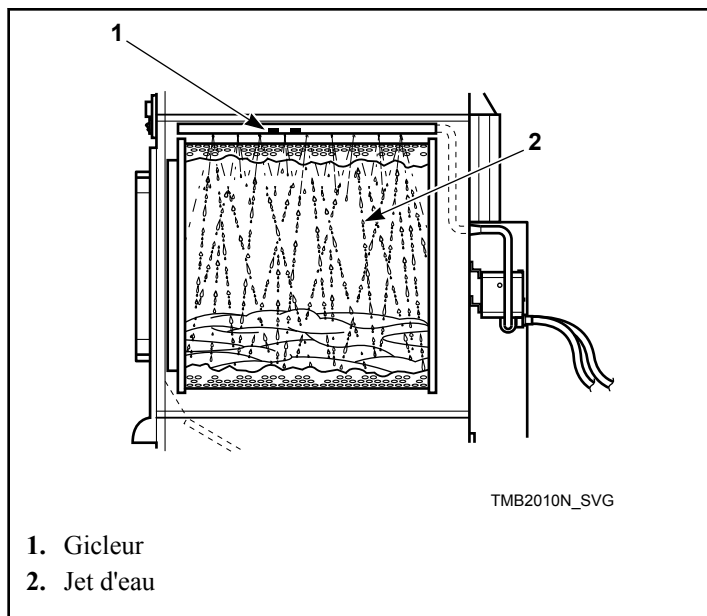

Figure 71
7. Après 15 secondes, presser et tenir le bouton remise à zéro, jusqu'à ce que le jet cesse et la lumière s'éteint. Ceci devrait prendre environ une seconde. Se reporter à la *Figure 70* et à la *Figure 71* .